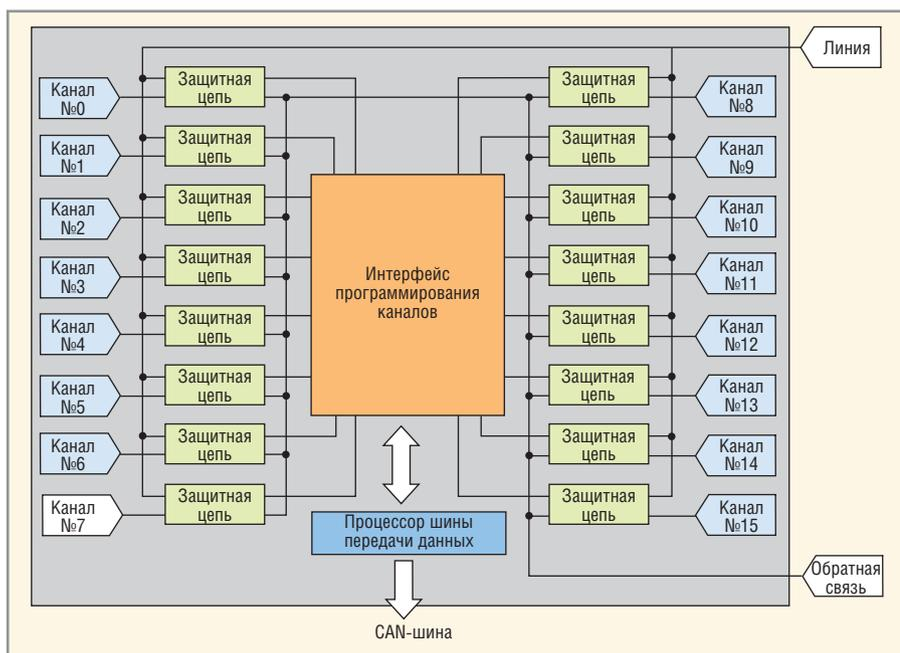

Рис. 2. Архитектура 16-канального твердотельного контроллера нагрузки (SSPC) фирмы Sensitron Semiconductor
- Sensitron Semiconductor: Diamond-back Series (16 каналов по 25 А для коммутации 210 А / 28 VDC; см. рисунок 2), (16 каналов по 25 А для коммутации 244 А / 28 VDC); Cobra Series (8 каналов по 25 А для коммутации 150 А / 28 VDC).